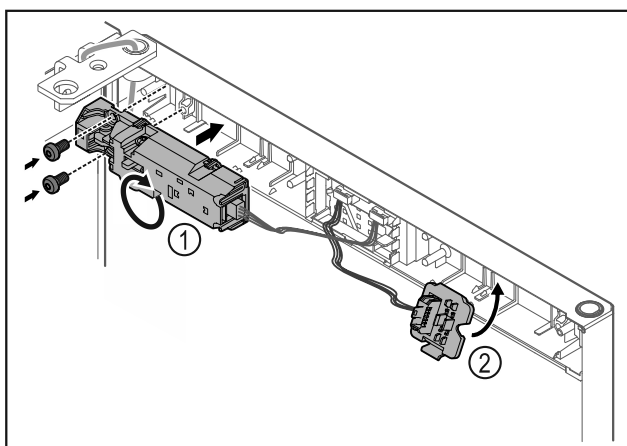

Fig. 19
- ▶ Okrenite daljinsku bravu Fig. 19 (1) za 180° i pričvrstite je na suprotnu stranu.
- ▶ Uglavite držač utikača Fig. 19 (2) na suprotnu stranu.